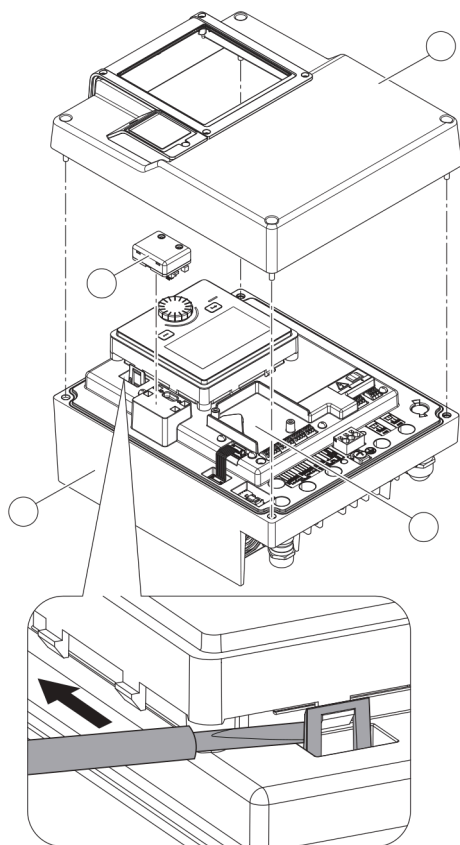
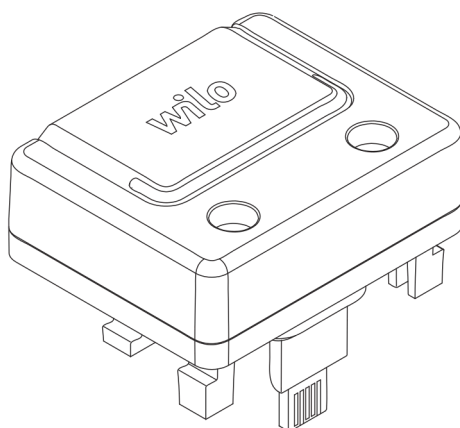

Fig. 26: Module électronique
Fig. 27: Module BT Wilo-Smart Connect
L'interface Bluetooth du module BT Wilo-Smart Connect (Fig. 26, pos. 3 et Fig. 27) permet d'établir la connexion avec des appareils mobiles, comme les smartphones et les tablettes. La fonction Wilo-Smart Connect se trouve dans l'application Wilo-Assistant. La fonction Wilo-Smart Connect permet de commander et de régler la pompe, mais également de consulter ses données de fonctionnement. Voir les réglages au chapitre « Mise en service » [745].
1. Desserrer les quatre vis de la partie supérieure du module électronique (Fig. 26, pos. 1 ; Fig. I, pos. 2).
3. Insérer le module BT Wilo-Smart Connect dans l'interface Wilo-Connectivity Interface prévue à cet effet. Voir Fig. 26, pos. 3.
Les modules CIF (accessoires) servent à établir une communication entre les pompes et la gestion technique de bâtiment. Les modules CIF sont enfilés dans le module électronique (Fig. 26, pos. 4)